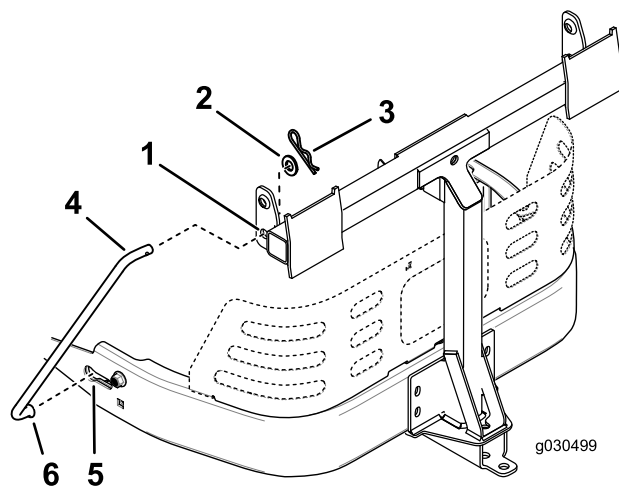

Figura 18
4. Montai capătul îndoit i evazat al unei tije în fanta de blocare din partea stângă a cadrului mainii i deplasai tija în spate pentru a o aeza în cadru (Figura 18).
5. Introducei capetele îndoite ale tije în elementul de montare a dispozitivului de ataare, aa cum se arată în Figura 18 i fixai capătul fiecărei tije cu o aibă i un tift în formă de agrafă.